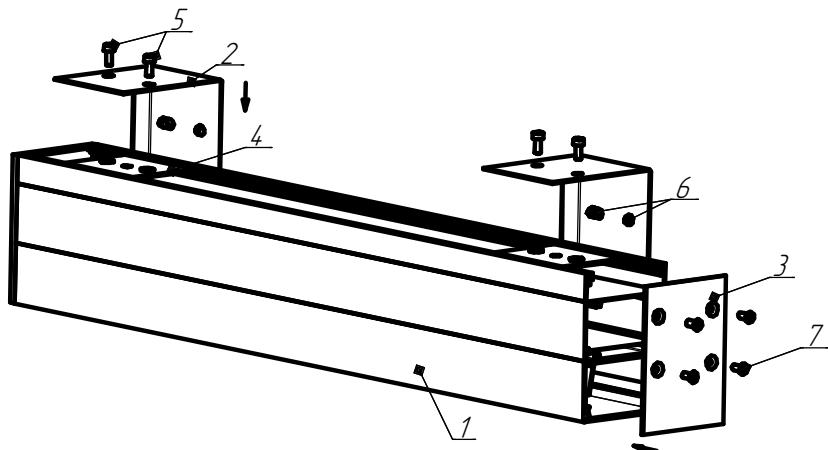

Рисунок 3 - Схема крепления светильника к стене.
**5.7 Установка светильника на стену (см. рисунок 3) :**
5.7.1 Кронштейн для настенного крепления ЛПО02 поз.2 (рисунок 3) установить на стену при помощи саморезов. Затем при помощи винтов поз.5 (рисунок 3) присоединить светильник к кронштейнам.